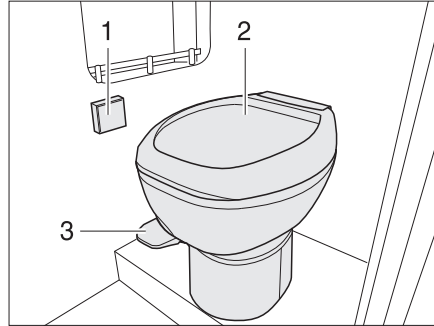
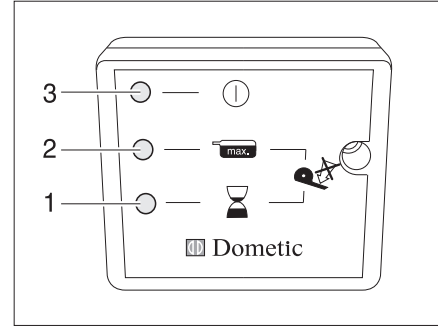

Fig. 236 Toilette à aspiration
Fig. 237 Panneau toilette à aspiration
- Ouvrir l'alimentation en courant. Sur le panneau (Fig. 236,1) s'allume la DEL jaune (Fig. 237,1) pendant env. 1 minute. Le système génère un vide.
- Quand la DEL verte (Fig. 237,3) s'allume sur le panneau, soulever brièvement la pédale (Fig. 236,3) afin qu'un peu d'eau coule dans la cuvette des WC (Fig. 236,2) et que la fermeture soit recouverte d'eau sur le fond.
- Presser la pédale (Fig. 236,3) vers le bas pendant quelques secondes.
- Soulever la pédale afin qu'un peu d'eau coule dans la cuvettes des WC (Fig. 236,2) et que la fermeture soit recouverte d'eau sur le fond.
La DEL rouge (Fig. 237,2) s'allume quand la cassette doit être vidée ou a été extraite.